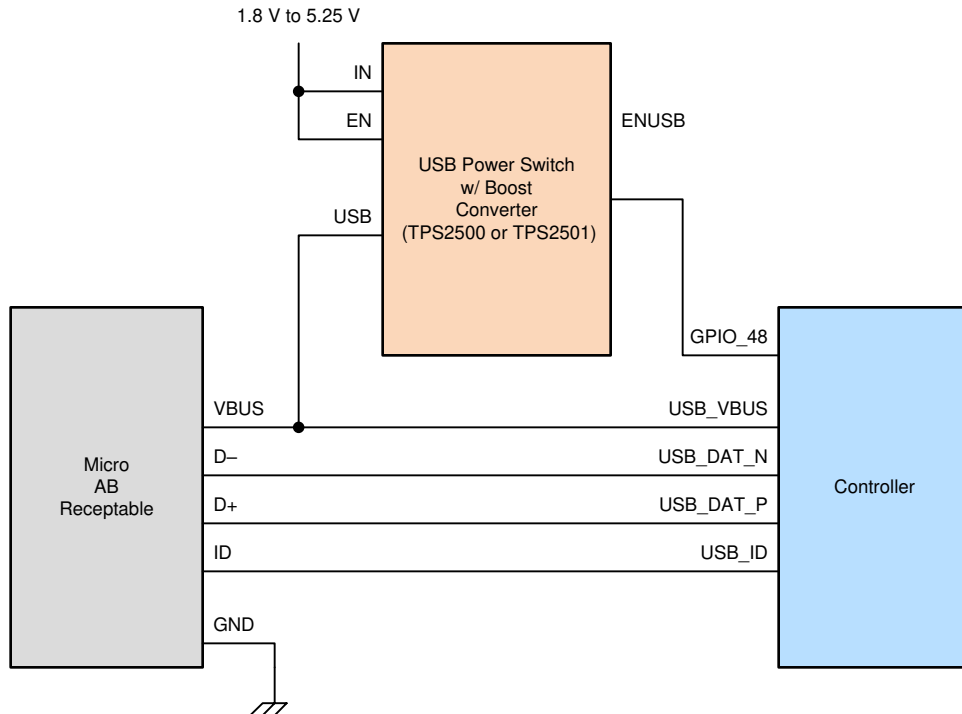

图 5-3. 将 DLPC7530 控制器用作 USB OTG 控制器的外部 USB 开关示例
- (1) 以 VAD33\_USB 为基准 (I/O 类型 11)
- (2) 当用作 USB OTG 的一部分控制器时, DLPC7530 需要一个外部 USB 开关来为 USB 5V 电源供电。图 5-3 中显示的示例使用 TI TPS2500/2501 器件。该示例图未描述所需的辅助元件 (例如电阻器和电容器)。有关这些信息, 请参阅所选器件的 USB 开关逻辑数据表。仅支持 USB 外设模式的产品配置不需要外部 USB 开关。